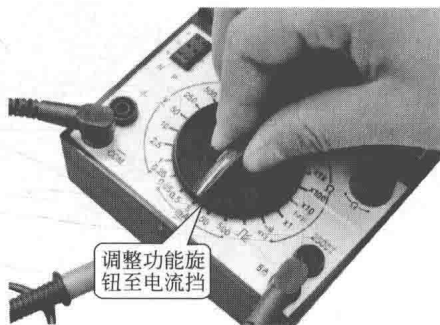

图 1-9 调整功能旋钮
② 选择量程 将功能调整开关调整至直流电流挡，若不清楚电流的大小，应先用最高电流挡（500mA 挡）测量，逐渐换用低电流挡，直至找到合适电流挡，如图 1-9 所示。